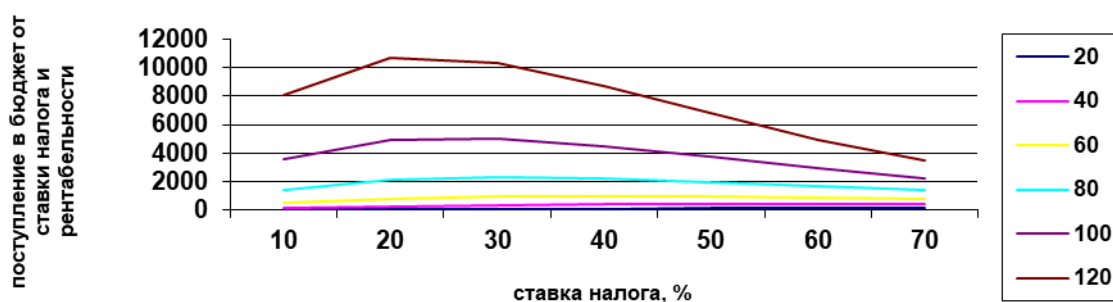

Рисунок 13.2. Зависимость поступлений в бюджет от ставки налога и рентабельности бизнеса
3. Повторяет пп. 1-2. Программа по табличным данным строит серию экспериментальных графиков (рисунок 13.2).